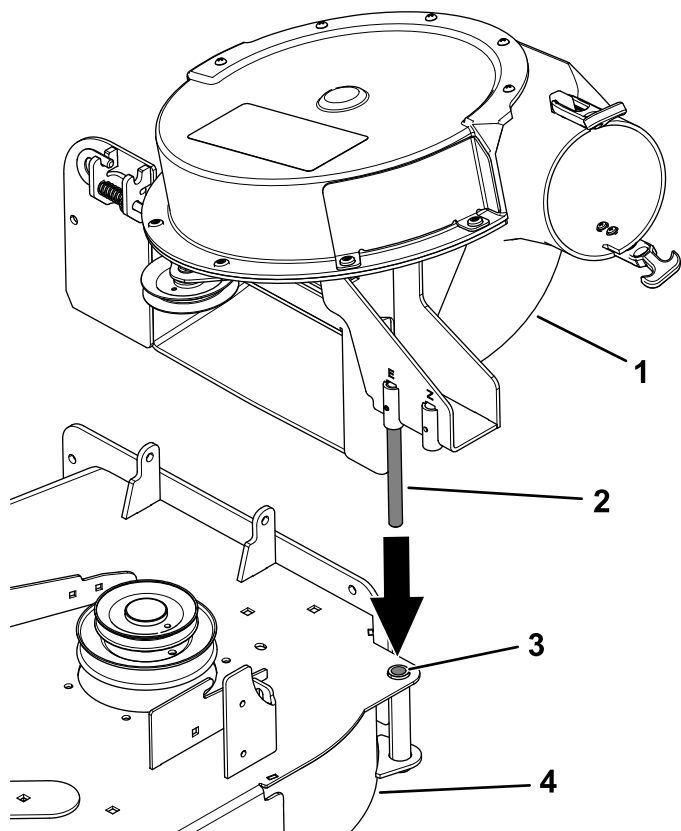

図 40
1. ブロアのピボットピンを、刈り込みデッキのピボットピン穴に合わせる 図 40。
3. フロアを降ろしてピボットピンを穴に通す 図 40。